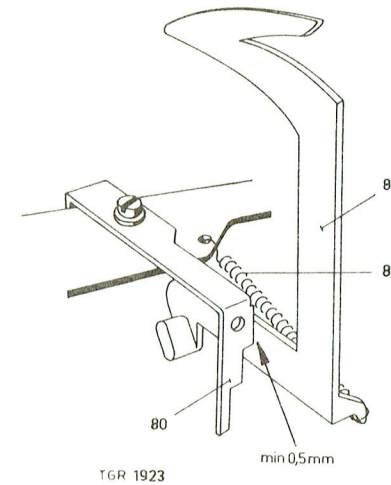

Fig. 6
f) La pose de l'aiguille dans le sillon d'amorce d'un disque quelconque est commandée par le palpeur de diamètre 85 qui agit sur le bras par l'intermédiaire du ressort 81, des étriers étagés 80 et 82 et de la plaque 124. Les figures 6 et 7 indiquent les jeux et les positions à respecter entre éléments. La languette de la plaque 124 doit s'appliquer vers le milieu des étages de l'étrier 82.